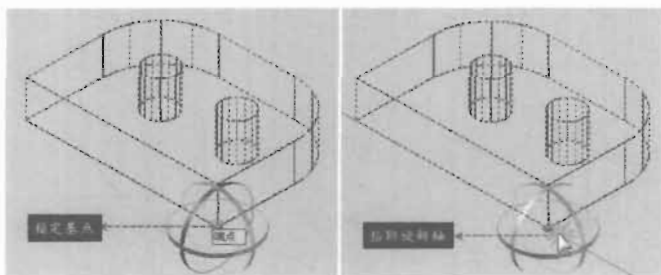

图 14-57
(2) 首先将模型 1 旋转 -90° 。在命令提示行输入 3drotate 命令并回车, 旋转后的效果如图 14-57 所示, 命令执行过程如下。